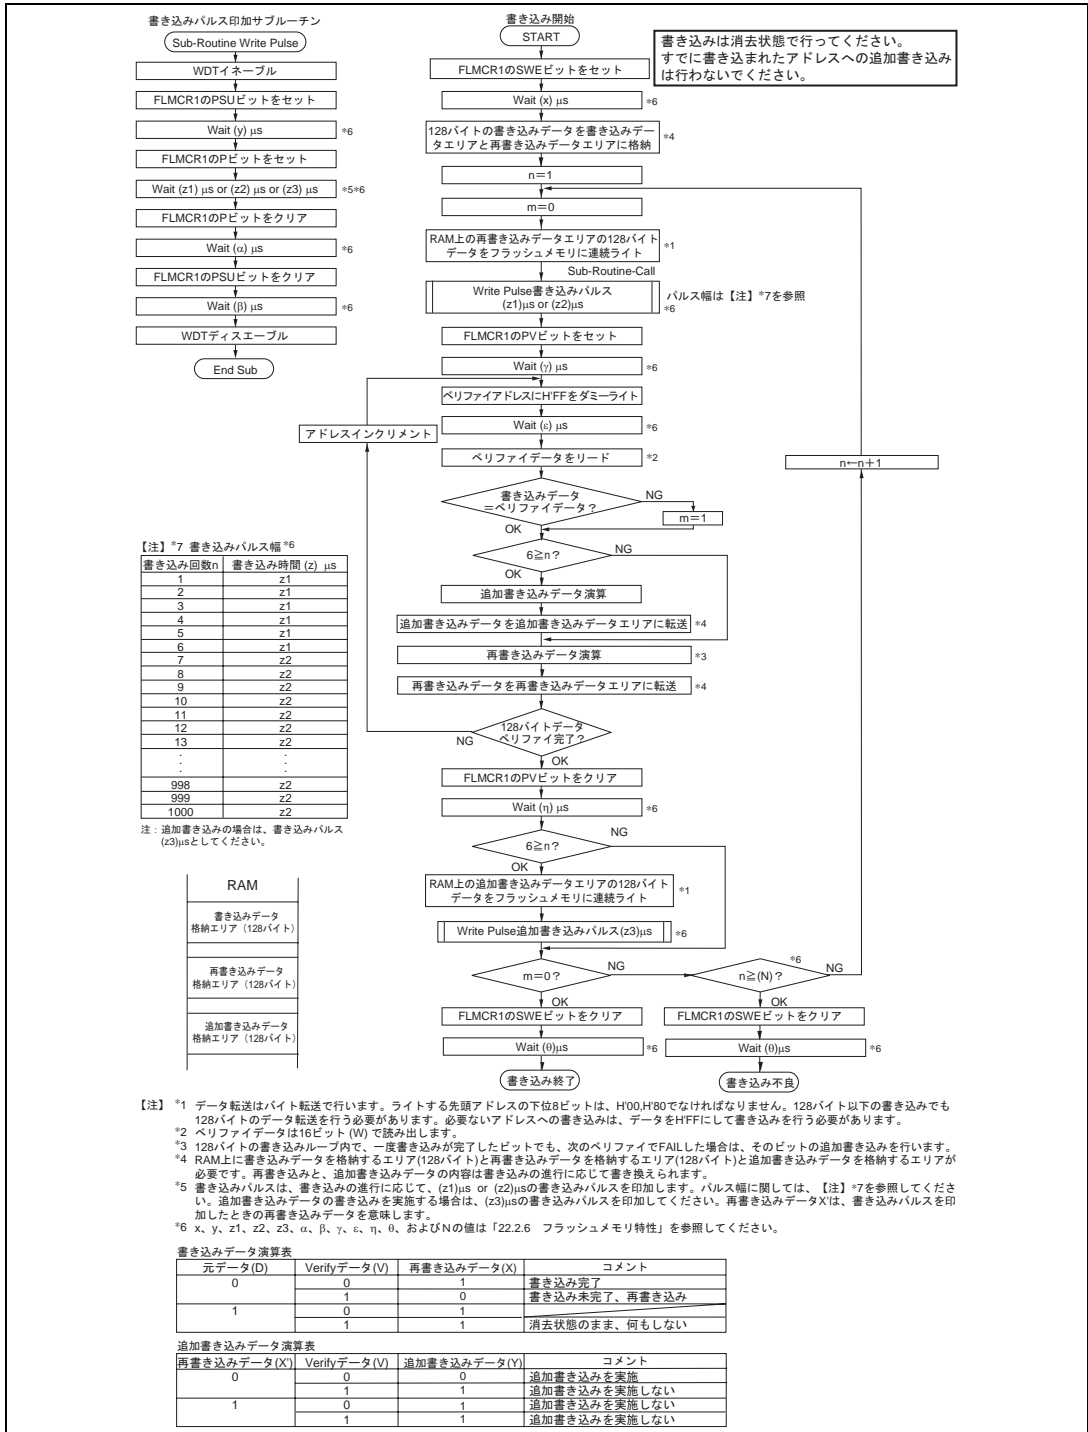

図 19.14 プログラム/プログラムペリファイフロー
フラッシュメモリへのデータ / プログラムの書き込みを行う場合は、図 19.14 に示すプログラム / プログラムベリファイフローチャートに従って行ってください。このフローチャートに沿って書き込み動作を行えば、デバイスへの電圧ストレスやプログラムデータの信頼性を損なうことなく、フラッシュメモリへデータ / プログラムの書き込みを行うことができます。また、1 回の書き込みは、128 バイト単位で行ってください。
一定の書き込み時間経過後、書き込みモードを解除 (FLMCR1 の P ビットを 0 にクリア後、 (α) μs 以上の時間が経過してから PSU ビットを 0 にクリア) します。ウォッチドッグタイマを (β) μs 以上の時間が経過してから解除し、FLMCR1 の PV ビットをセットすることで、動作モードはプログラムベリファイモードへ遷移します。プログラムベリファイモードでは、読み出す前に読み出すアドレスにデータ H'FF をダミーライトしてください。ダミーライトは (γ) μs 以上の時間が経過してから行ってください。この状態でフラッシュメモリを読み出す (ベリファイデータは 16 ビットで読み出す) とラッチしたアドレスのデータが読み出されます。このリード動作は、ダミーライト後、 (ε) μs 以上置いてから行ってください。次に書き込みデータとベリファイデータを比較し、再書き込みデータを演算 (図 19.14 参照) し、再書き込みデータを再書き込みデータエリアに転送します。128 バイト分のデータのベリファイが完了後、プログラムベリファイモードを解除し、 (η) μs 以上の待機時間を置いて、FLMCR1 の SWE ビットを 0 にクリアし、 (θ) μs 以上待機時間を置いてください。再度書き込みが必要な場合は、再度プログラムモードに設定し、同様にプログラム / プログラムベリファイシーケンスを繰り返してください。ただし、同一ビットに対するプログラム / プログラムベリファイシーケンスの繰り返しは、 (N) 回を超えないようにしてください。